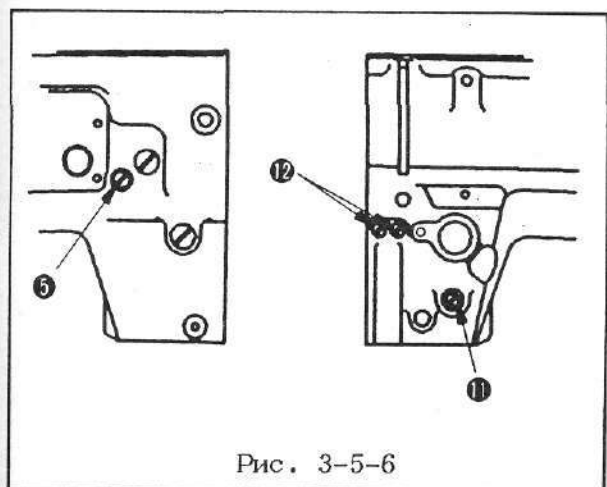

Рис. 3-5-6
Если еще останется повышенная нагрузка на раму игловодителя, то ослабив установочный винт (12) на направляющей рамы игловодителя, отрегулировать позицию направляющей рамы игловодителя (рис. 3-5-6).